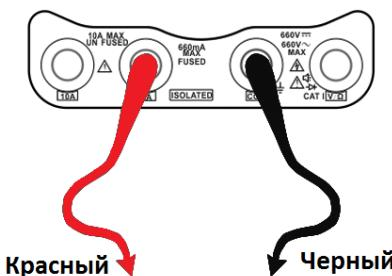

Рис.38
- Подключить черный щуп к разъему “**COM**”, а красный щуп к разъему “**mA**” CCTV-тестера для измерения тока не более 660 мА (Рис.38) или к разъему **A** для измерения тока до 10А.